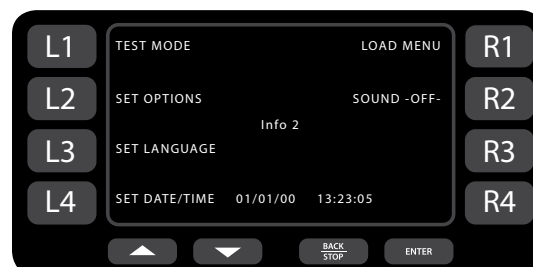
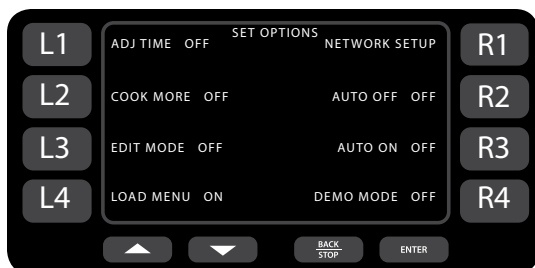

Figure 13 : Mode Info écran 2
Figure 14 : Réglage de l'écran des options
À partir de l'écran 2 du mode Info, vous pouvez (figure 13) :
À partir de l'écran 2 du mode Info (figure 13), appuyez sur la touche de fonction L3 pour faire défiler les langues disponibles. Chaque fois que vous appuyez sur la touche de fonction L3, une langue différente est sélectionnée dans l'ordre suivant : anglais (par défaut), espagnol, français, allemand, portugais, italien, russe, grec, polonais.
À partir de l'écran 2 du mode Info (figure 13, page 11), appuyez sur la touche de fonction L2 pour accéder à l'écran de réglage des options (figure 14). Lorsque vous y êtes invité, entrez le mot de passe 9 4 2 8 et appuyez sur la touche Enter (entrée).
À partir de l'écran 2 du mode Info (figure 13, page 11), appuyez sur la touche de fonction L4 pour accéder à l'écran de réglage de la date/de l'heure (figure 15). Depuis cet écran, l'heure actuelle, la fonction mise en marche automatique « auto-on », et la fonction arrêt automatique « auto-off » peuvent être réglées.
Une heure précise actuelle est primordiale afin de pouvoir utiliser les fonctions « auto-on » (mise en marche automatique) et « auto-off » (arrêt automatique). Lorsque ces fonctions sont activées dans l'écran de réglage des options (figure 14), le four s'allume et/ou s'éteint automatiquement aux heures spécifiées.
**IMPORTANT :** Pour que les fonctions auto-on et auto-off fonctionnent, elles doivent être activées à partir de l'écran de définition des options (figure 14)
1. Allez à l'écran 2 du mode Info (figure 13, page 11).
1. Activez-le à partir de l'écran de réglage des options (figure 14, page 12).